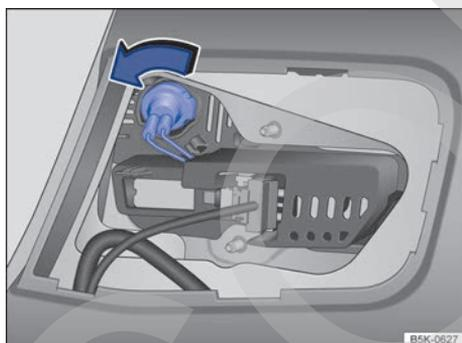

Fig. 175 En el portón del maletero: extraer el portalámparas.
4. Gire el portalámparas → fig. 175 en el sentido de la flecha y hasta el tope, y extraígalo hacia atrás junto con la lámpara.
5. Sustituya la lámpara averiada por otra nueva del mismo tipo. Coloque el portalámparas → fig. 175 y gírelo en el sentido contrario al de la flecha, hasta el tope.